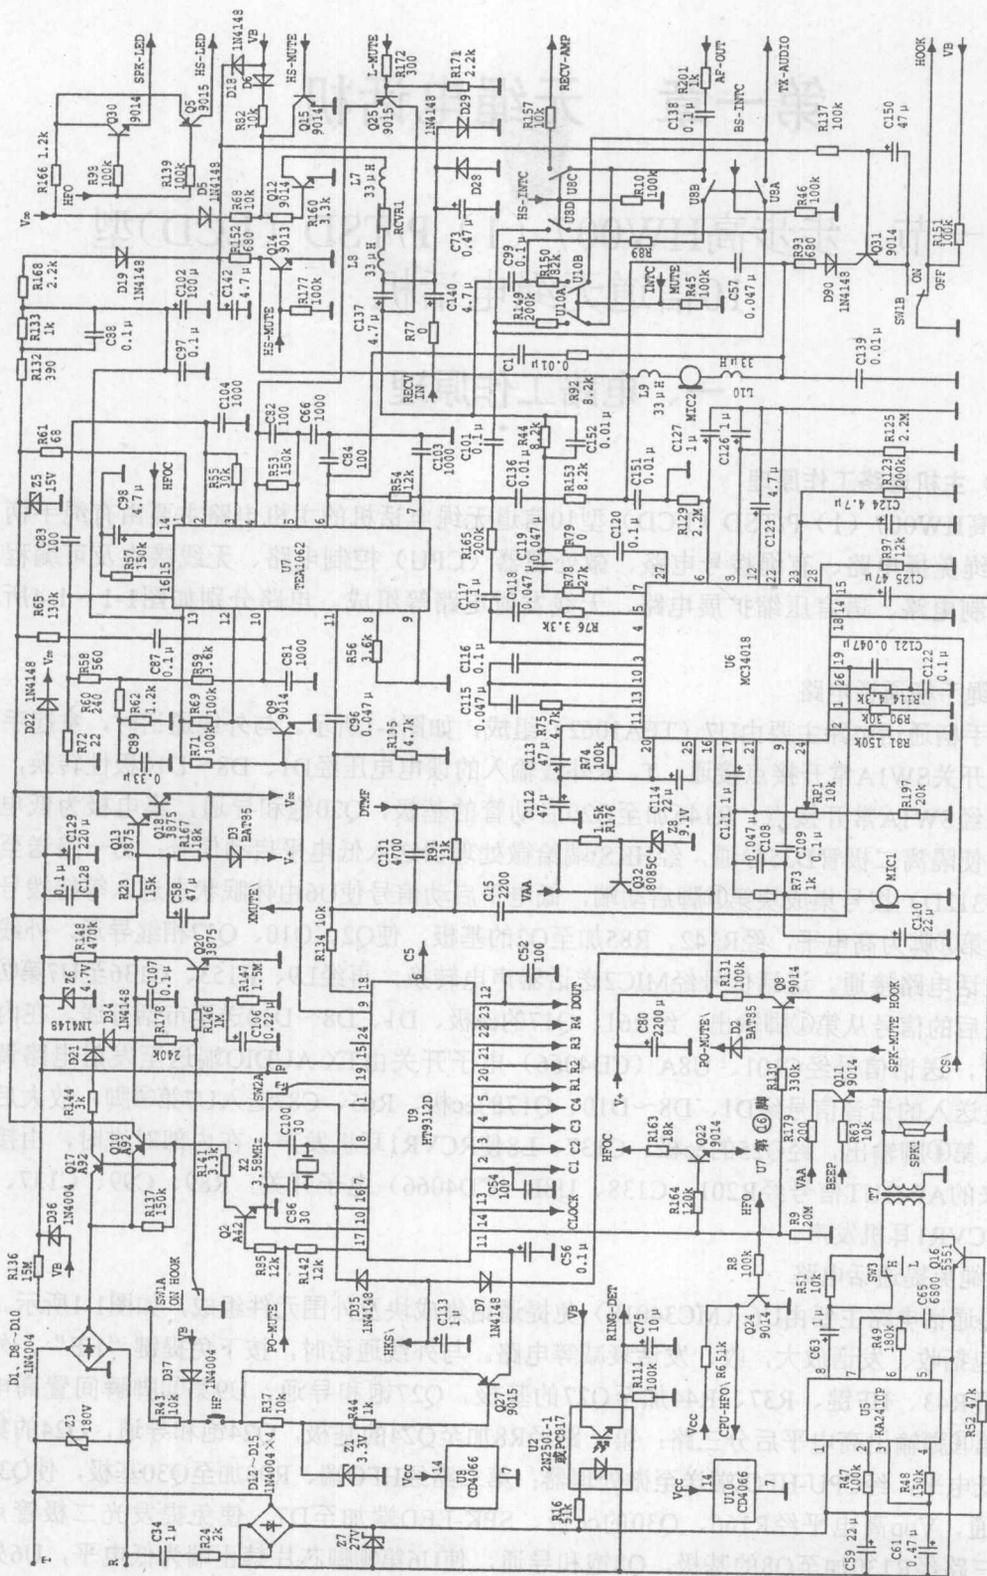

图1-1 步步高HW007 (1) P/TSD (LCD) 型10信道无绳电话机主机有绳电话机电路原理图
步步高HW007 (1) P/TSD (LCD) 型10信道无绳电话机的主机电路主要由有绳手柄电路、有绳免提电路、有绳拨号电路、微处理器 (CPU) 控制电路、无线接收及可编程锁相环控制电路、语言压缩扩展电路、无线发射电路等组成。电路分别如图1-1~1-4所示。
有绳手柄通话电路主要由U7 (TEA1062) 组成, 如图1-1所示。与外线通话时, 拿起手柄, 叉簧开关SW1A常开接点接通, T、R外线输入的馈电电压经D1、D8~D10极性转换, 馈电正极经SW1A常开接点、R146加至Q20启动管的基极, Q20饱和导通, 集电极为低电平, 一路使隔离二极管D35导通, 经HKS\端给微处理器送入低电平启动信号; 另一路送至U9 (HT9312D) 拨号集成块第⑩脚启动端, 低电平启动信号使U6由休眠状态进入等待拨号状态, 其第⑩脚为高电平, 经R142、R85加至Q2的基极, 使Q2、Q10、Q17相继导通, 外线与手柄通话电路接通。送话信号经MIC2送话器声电转换, 再经L9、R153、C136至U7第⑦脚, 放大后的信号从第①脚输出, 经R61、Q17的ce极、D1、D8~D10送至市话外线。在内部对讲时, 送话信号经C101、U8A (CD4066) 电子开关由TX-AUDIO端送至发射电路调制。外线送入的话音信号经D1、D8~D10、Q17的ec极、R65、C87送入U7第⑩脚, 放大后的信号从第④脚输出, 经Q25的ec极、C137、L8使RCVR1耳机发声; 在内部对讲时, 由接收电路来的AF-OUT信号经R201、C138、U8B (CD4066) 电子开关, R89、C99、C137、L8加至RCVR1耳机发声。
免提通话电路主要由U6 (MC34018) 免提通话集成块及外围元件组成, 如图1-1所示。U6内部包括收、发话放大, 收、发话衰减等电路。与外线通话时, 按下免提键“HF”, 外线正极经R43、HF键、R37、R44加至Q27的基极, Q27饱和导通, U9第⑩脚瞬间置高电平, 其第⑩脚输出高电平后分三路: 第一路经R8加至Q24的基极, Q24饱和导通, Q24的集电极为低电平, 经CPU-HFO\端送至微处理器; 第二路经HFO端、R98加至Q30基极, 使Q30饱和导通, VDD高电平经R166、Q30的ce极、SPK-LED端加至D7, 使免提发光二极管点亮; 第三路经R130加至Q8的基极, Q8饱和导通, 使U6第⑩脚芯片禁止端为低电平, U6处